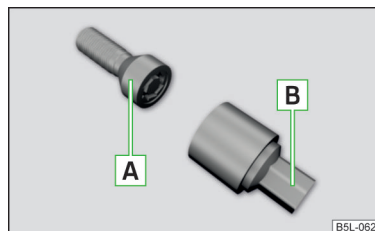

Abb. 331
Die Anti-Diebstahl-Radschrauben schützen die Räder vor einem Diebstahl. Diese lassen sich ausschließlich mit dem Aufsatzstück **B** » **Abb. 331 lösen/festziehen**.
- › Den Radschlüssel bis zum Anschlag auf die Radschraube stecken. Für die Anti-Diebstahl-Radschrauben das zugehörige Aufsatzstück verwenden » **Abb. 331** auf Seite 301.